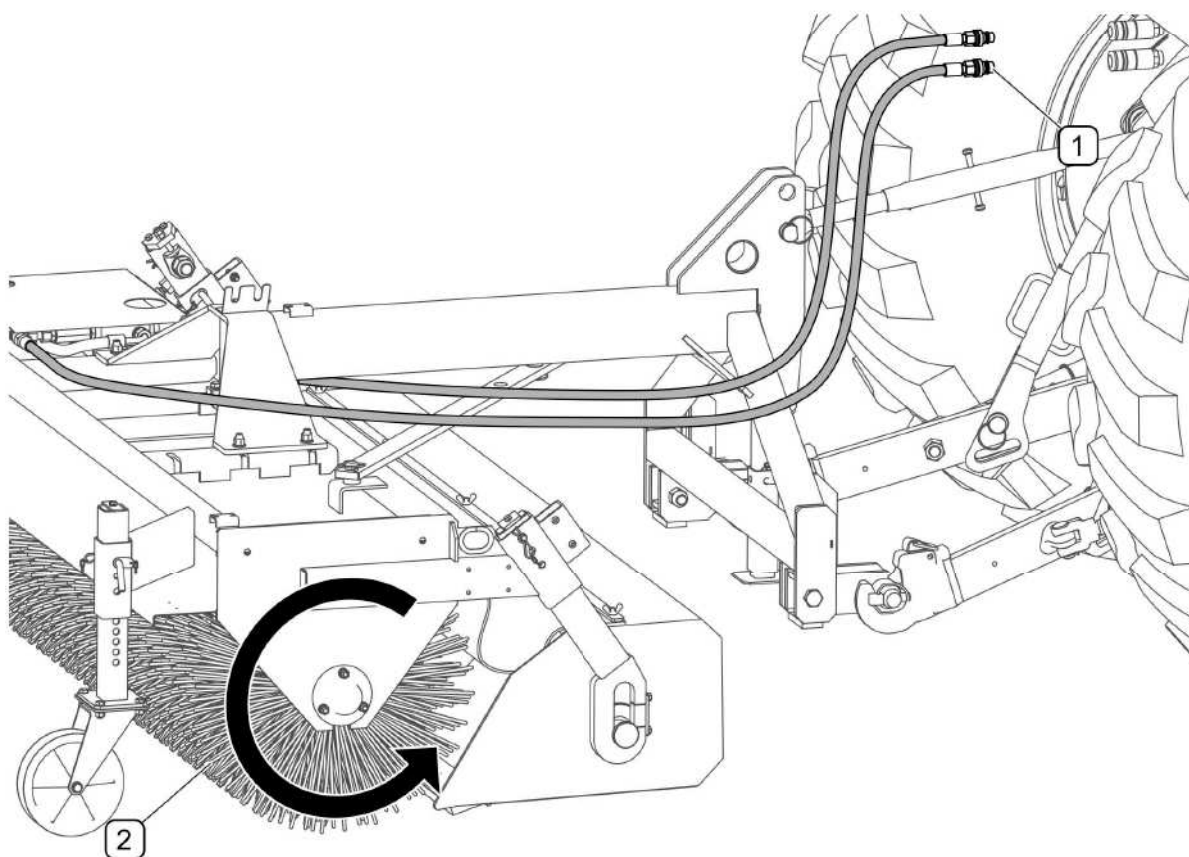

РИСУНОК 4.2 Присоединение гидравлической системы к трактору и направление вращения подметающего валика
Штекеры (1) гидропроводов нужно подсоединить к разъемам одной секции внешней гидравлики трактора (РИСУНОК 4.2). Подметающий валик (2) начинает вращаться сразу же после включения соответствующего гидравлического контура при помощи рычага гидрораспределителя трактора. Если валик начнет вращаться в неправильном направлении (А) или не будет вращаться вообще, то в таком случае необходимо заменить местами подсоединения (1) гидропроводов.